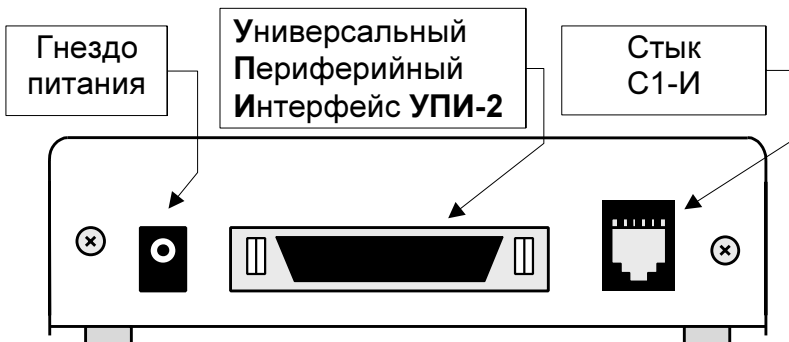

Рис. 6. Задняя стенка конвертера.
На задней стенке конвертера расположены разъёмы для подключения кабеля УПИ-2, интерфейса E561 и питания (см. Рис. 6). Назначение контактов разъёма интерфейса E561 приведено на стр.40.
2. Подключить кабель интерфейса E561 (джек) к розетке типа RJ-45, расположенной на задней стенке конвертера (см. Рис. 6).